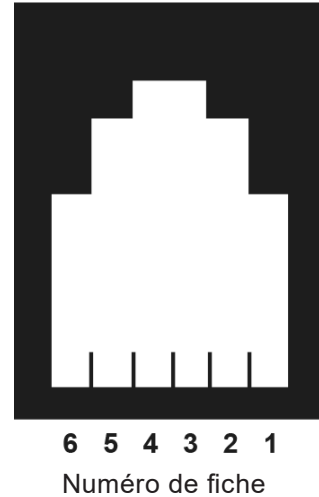

Fig. 24 - Prise RJ11
- Le câblage électrique pour le raccordement EIA 232C est conforme au standard EIA 232C. Nota : Le raccordement EIA 232C du TFA nécessite un connecteur RJ11 lié à un adaptateur 9 voies type D. La Figure 24 détaille la prise RJ11, vue de face.